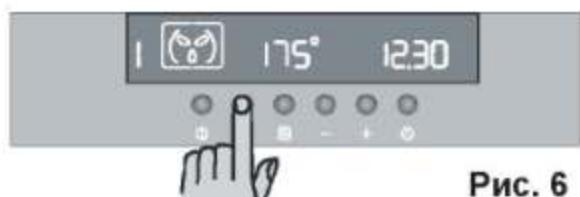

Рис. 6
- 1) Нажав клавишу ① , включите духовой шкаф.
- 2) Нажимая клавишу □, выберите необходимый режим приготовления. Каждый раз при нажатии клавиши □ на дисплее будет появляться значок режима приготовления, а слева от него - соответствующий режиму номер (рис. 6).